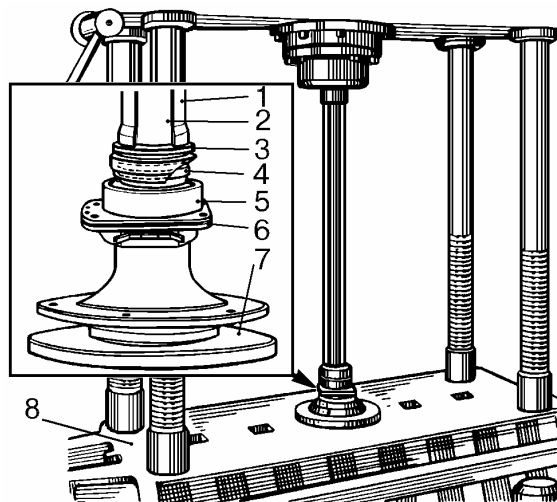

Рис.10. Запрессовка запорного кольца подшипника:
6.2 Установить вертикально полуось 2, рис.10, опирая ее фланцем на опорное кольцо 7 приспособления (приспособление А.74107/R – для полуоси 2103-2403069, для остальных полуосей – 67.7823-9530).